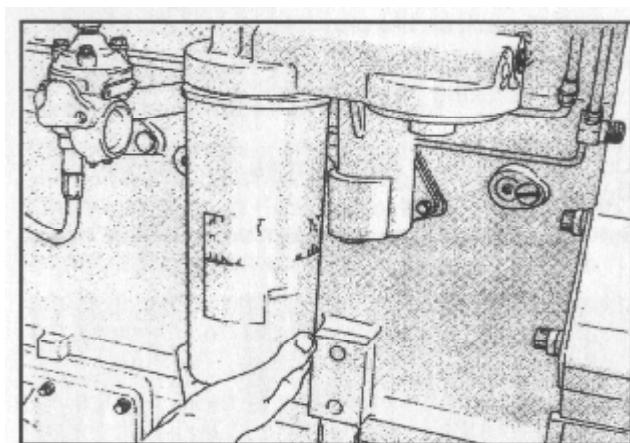

Рис.2-15 (ОМ1018L) Установка картриджа масляного фильтра.
1. Открутите корпус и заменяемые элементы Рис. 2-15, выбросите заменяемые элементы